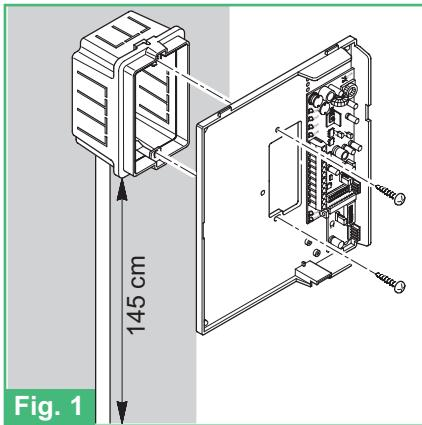

Fig. 1
- ① **Fig. 1** Installazione Staffa Art. 5714 su scatola serie civile 503 (Art. 4517).
- Fig. 1** Installation of Bracket Art. 5714 on civil series 503 box (Art. 4517).
- Fig. 1** Installation Bride Art. 5714 sur le boîtier série civile 503 (Art. 4517).
- Fig. 1** Installatie van de grondplaat Art. 5714 op de inbouwdoos met kleinere afmetingen, serie 503 (Art. 4517).